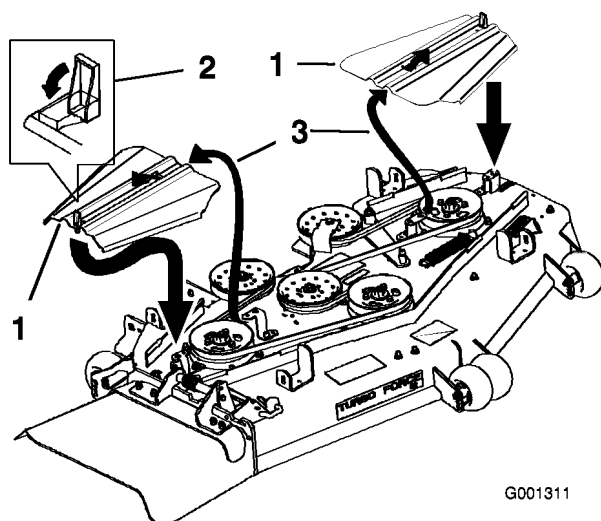

Figure 54
3. Retirez les couvercles de courroie (Figure 54).
- Montez les couvercles de courroie et fermez les verrous (Figure 54).